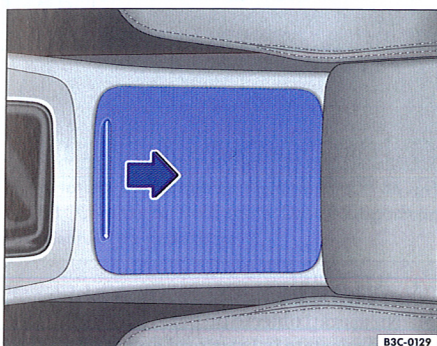

Fig. 87 Suportul pentru pahare din consola centrală față: Îndepărtarea capacului
- Îndepărtați capacul în sensul indicat de săgeată, în spate ⇒ fig. 87.